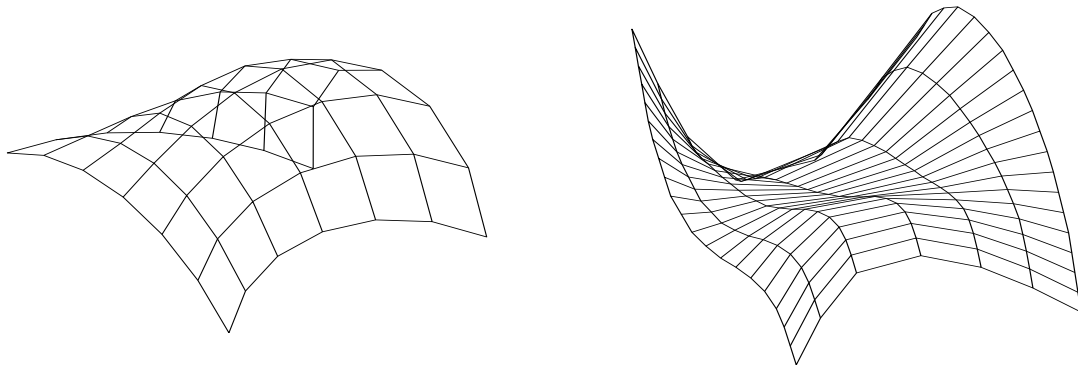

Рис. 97
5. Команда **AI_MESH (СЕТЬ)** дает равномерную полигональную сеть (рис. 97). Указываем последовательно точки мышью: